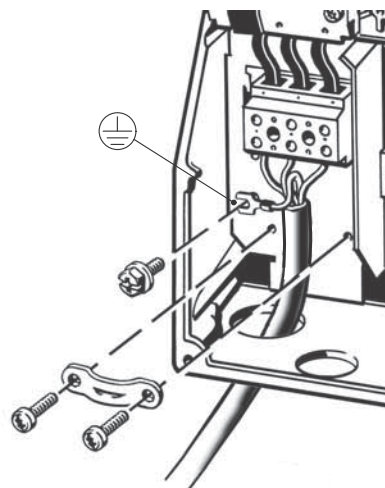

Рис. 9 Подключение питания, B2
1. Подключите заземляющий провод к клемме 95 (защитное заземление). См. рис. 9.